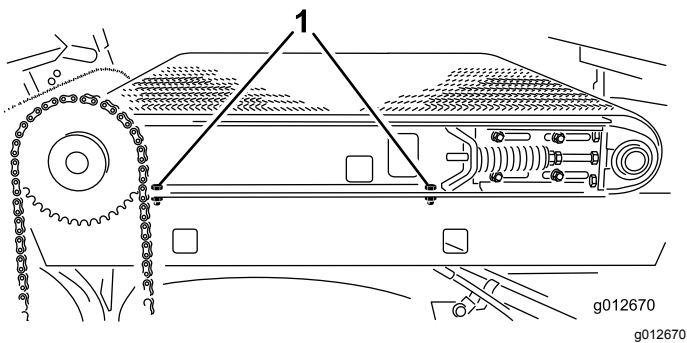

Figure 31
2. Sur le côté droit de la machine, serrez les 2 vis qui fixent le rail du cadre coulissant à l'aile droite (Figure 31).